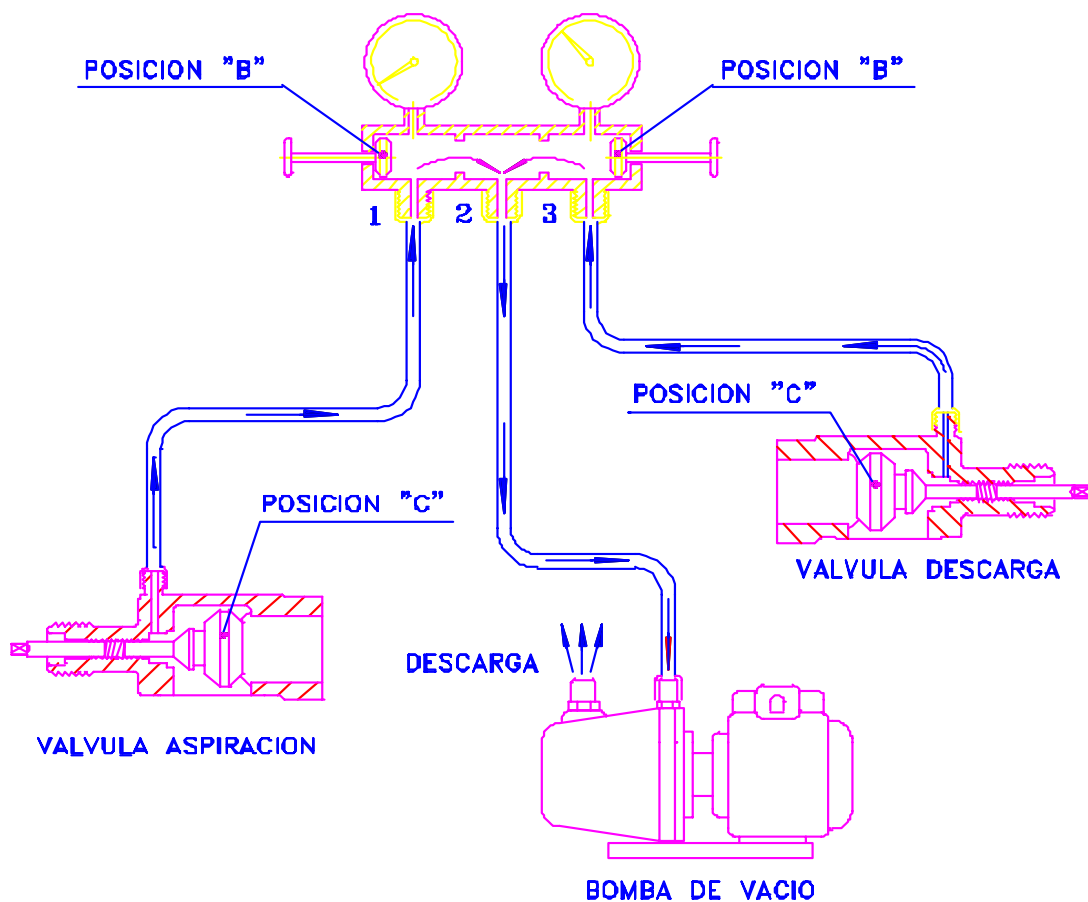

Fig.9
- Conectar la toma (2) del juego de manómetros a la bomba de vacío (fig. 9).